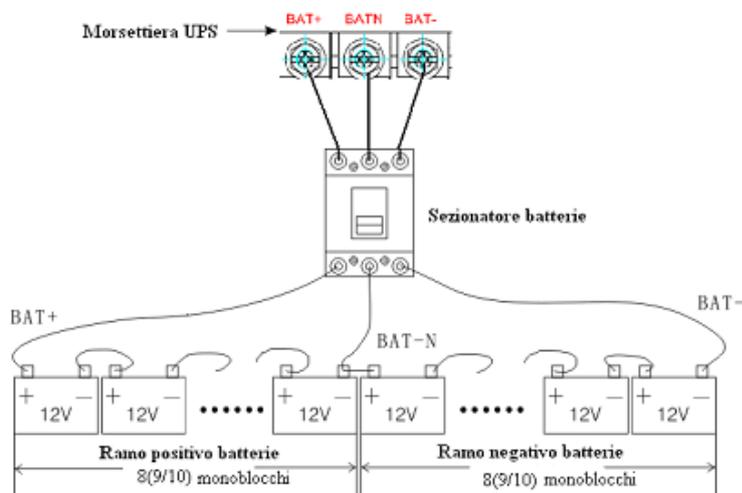

Abb.5 Anschluss des externen
- 5) Verbinden Sie den Pluspol der Batterien mit dem BAT+-Anschluss, den Mittelpol der Batterien mit dem BATN-Anschluss, den Minuspol der Batterien mit dem BAT-Anschluss, achten Sie jedoch darauf, dass die Verbindungen nicht vertauscht werden (Abb. 5).